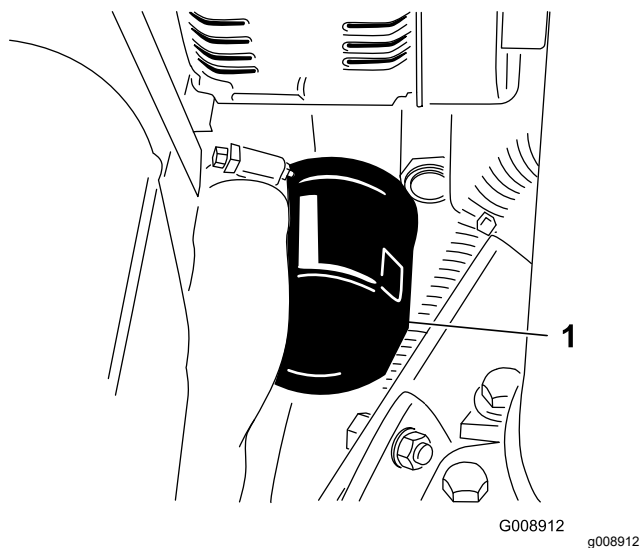

Figura 62
2. Togliete il filtro dell'olio (Figura 62).